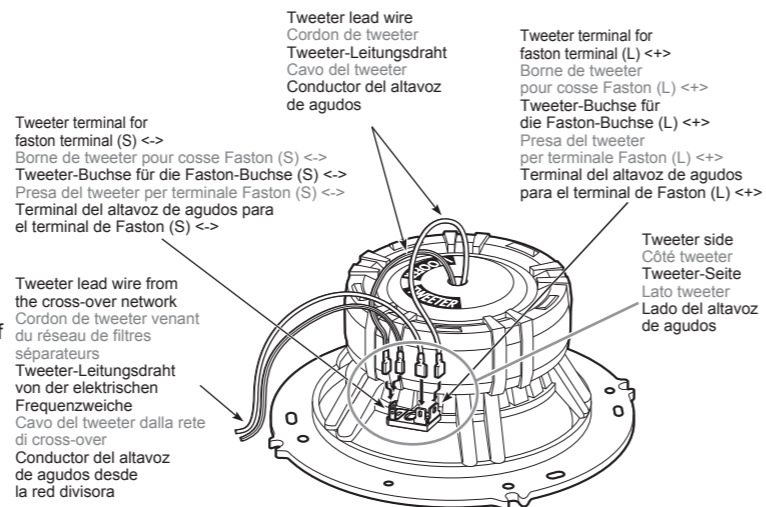

Figure 7 / Figure 7 / Abbildung 7 / figura 7 / Figura 7
4. Connect the tweeter lead wire and the tweeter lead wire coming from the cross-over network to the terminal on the tweeter side. (Figure 7)
4. Raccordez le cordon du tweeter et le cordon de tweeter venant du réseau de filtres séparateurs aux bornes du côté tweeter. (Figure 7)
4. Schließen Sie den Tweeter-Leitungsdraht und den Tweeter-Leitungsdraht von der elektrischen Frequenzweiche an der Klemme auf der Tweeter-Seite an. (Abbildung 7)